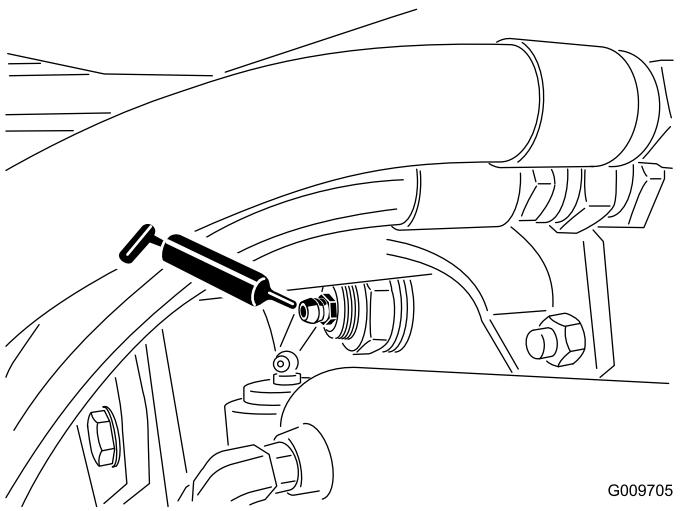

Figura 59
- Casquillo de eje trasero (2) tal y como se muestra en la Figura 59